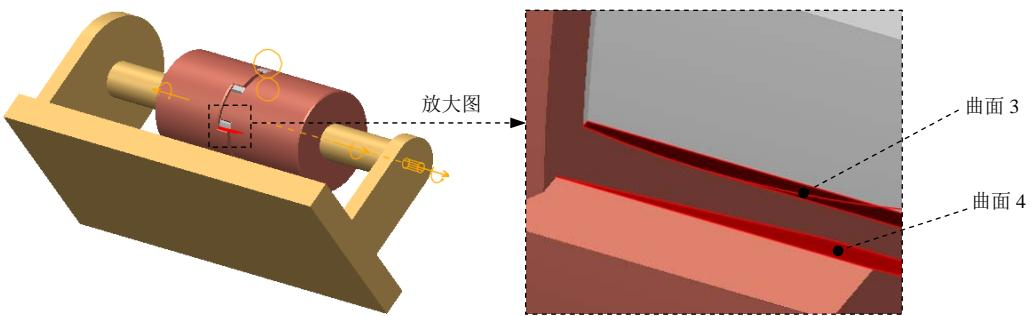

图 7.5.16 选取参考对象
Step12. 定义 3D 接触 2。参考操作步骤 Step11，依次取图 7.5.16 所示的曲面 3 和曲面 4 为参考对象定义 3D 接触 2。